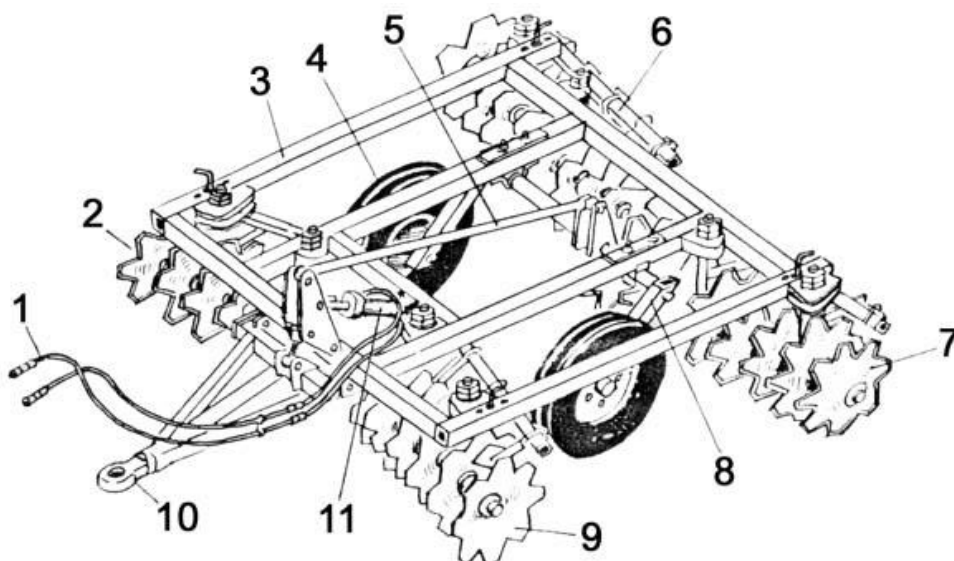

Рис.1 ОБЩИЙ ВИД БОРОНЫ ДИСКОВОЙ ТЯЖЕЛОЙ Л-113-02
4.1 Рама бороны поз.3 (рис. 1).
4.3. Рама ходовых колес 8 (рис.1) в сборе с колесами ходовыми 4 предназначена для транспортных переездов, а также для выглубления батарей дисков в конце гона и при поворотах.
6.1 При получении бороны с завода-изготовителя в полуразобранном виде досборку производить на равной площадке согласно рис.1 и при соблюдении требований раздела 5 настоящего руководства.